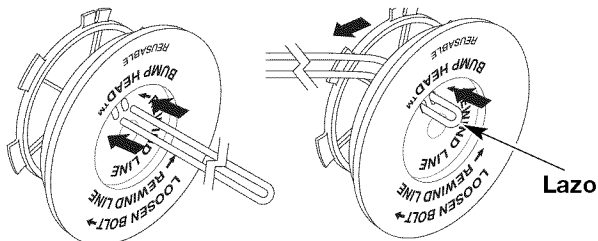

Fig. 31
6. Tome aproximadamente 6 m (20 pies) de nueva línea de corte, enlácela en dos longitudes iguales. Inserte cada extremo de la línea a través de uno de los dos orificios del carrete interior (Fig. 31). Pase la línea a través del carrete interior de modo que el lazo sea lo más pequeño posible.